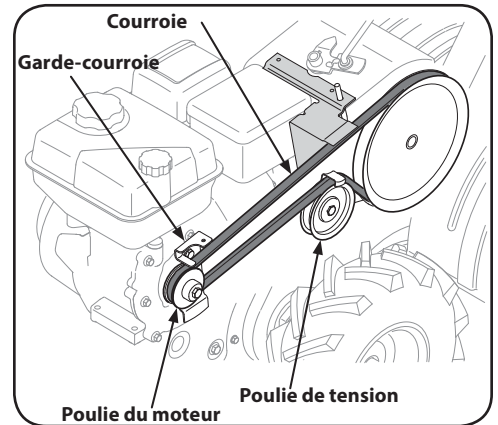

Figure 5-3
4. Enlevez les deux boulons hexagonaux et les rondelles de blocage avant de retirer le garde-courroie qui se trouve derrière la poulie du moteur. Voir Figure 5-3.
5. Pour retirer la poulie de tension, enlevez le boulon et l'écrou. Voir Figure 5-3.
6. Retirez la courroie usée et installez la courroie neuve. Pour replacer le garde-courroie et le couvercle de courroie, suivez les instructions dans l'ordre inverse. Voir Figure 5-3.